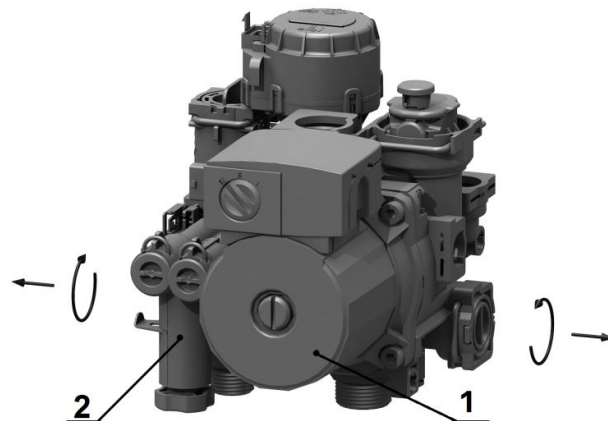

Рис. 18 Демонтаж насоса
Для разделения насоса (1) и блока ГВС (2) необходимо совершить вращательное движение блока и насоса в различных направлениях с одновременным разнесением их относительно друг друга, см. рисунок 18.